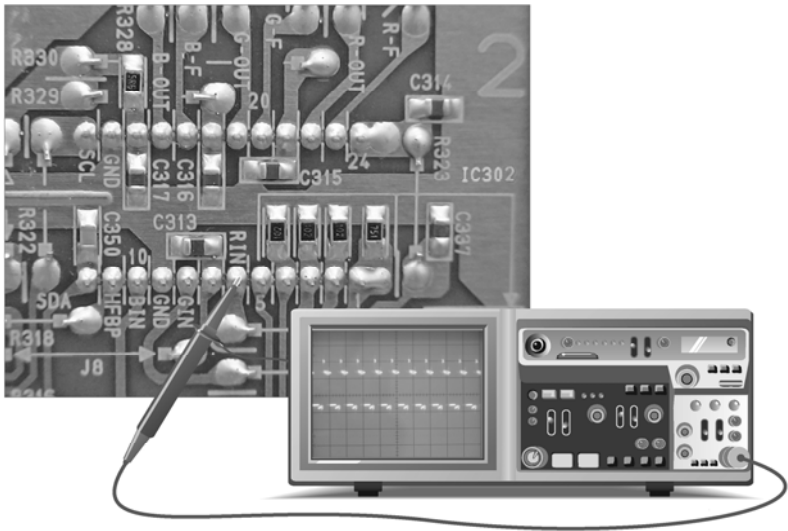

图 2-33 R 输入信号波形的检测
首先检测从计算机显卡输入接口送来的 R 信号。这个信号是从 TDA4887PS 的⑥脚输入的。将示波器的探头放到⑥脚上（引脚上有 RIN 标识），适当调整示波器的幅度旋钮，可得到如图 2-33 所示的 R 信号的行信号。此时，示波器的测量幅度设置为 0.1 V/DIV，这个信号大约为 0.3 V，这与上面测量的信号幅值有一定的差距，这是由于信号在输送的过程中衰减了 1/2。